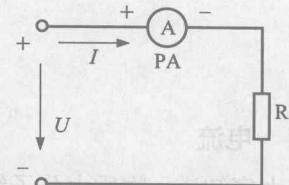

图 1-2 直流电流的测量
- (1) 电流表必须串接到被测量的电路中 (图 1-2)。
- (2) 对交、直流电流应分别选用交流电流表和直流电流表。
- (3) 测直流电流时，应使电流从电流表的正端 (+) 流入，负端 (-) 流出，与电路的极性相一致，不能接错，否则指针要反转，容易损坏电流表。
(4) 合理选择电流表的量程 (测量范围)，使其大于实际电流的数值，以防烧坏电流表。测电流时，一般要先估计被测电流的大小，再选择电流表的量程。若无法估计，可先用电流表的最大量程档测量，再改用较小档去测量，最好使指针偏转到满刻度的 $2/3$ 左右，读数的准确度高。